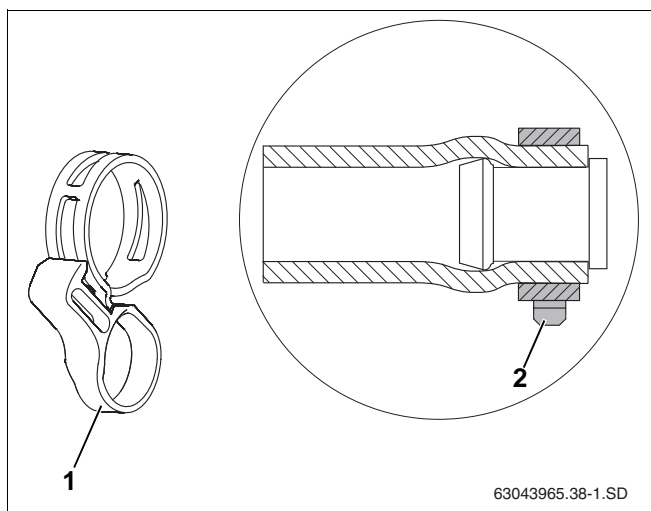

Fig. 36 Fjederbånd med sikringsring og på den formonterede blindprop i monteret tilstand
- Før sikringsringen tages af (fig. 36, **pos. 1**) er det vigtigt, at fjederbåndet sidder korrekt (fig. 36, **pos. 2**). Hvis den efterfølgende løsnes med tænger, kan spændkraften forringes.